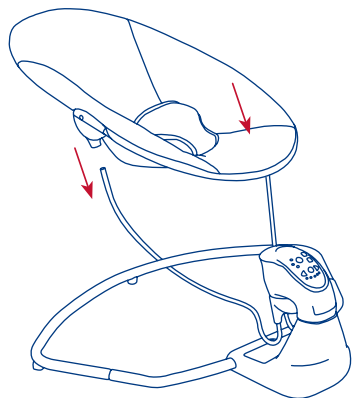

Fig. 8
- 8) • Attach the seat frame assembly to the base frame assembly by aligning the holes on the seat frame assembly with the upright rods on the Control Unit Assembly and pushing the seat frame down until it locks into place. Pull on the seat frame assembly to ensure that it is locked securely in place. (Fig. 8)
- Sujete el montaje del armazón de la sillita al montaje del armazón de la base alineando los agujeros del montaje del armazón de la sillita con las varas verticales del Montaje de la unidad de control y empujando el armazón de la sillita hacia abajo hasta que se traben. Tire del montaje del armazón de la sillita para asegurar que esté bien trabado. (Fig. 8)